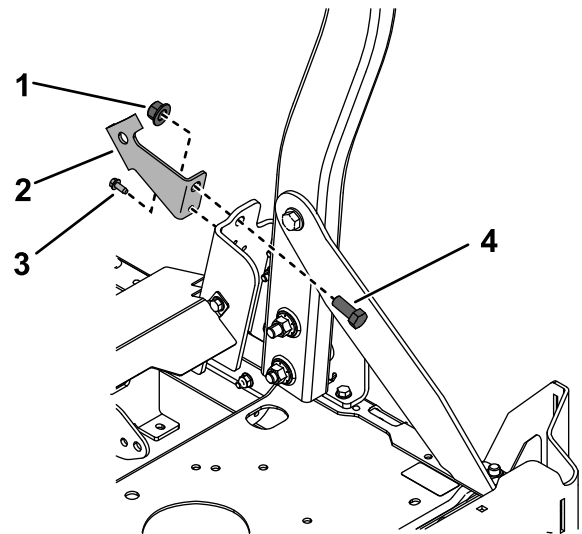

Figure 7
- Fixez les supports gauche et droit de la ceinture de sécurité à l'aide de 1 boulon ($\frac{1}{2} \times 1\frac{1}{4}$ po), 1 contre-écrou ($\frac{1}{2}$ po) et 1 vis autotaraudeuse ($\frac{1}{4} \times \frac{5}{8}$ po) par support (Figure 7). Serrez les boulons de montage à 41 N·m (30 pi-lb).